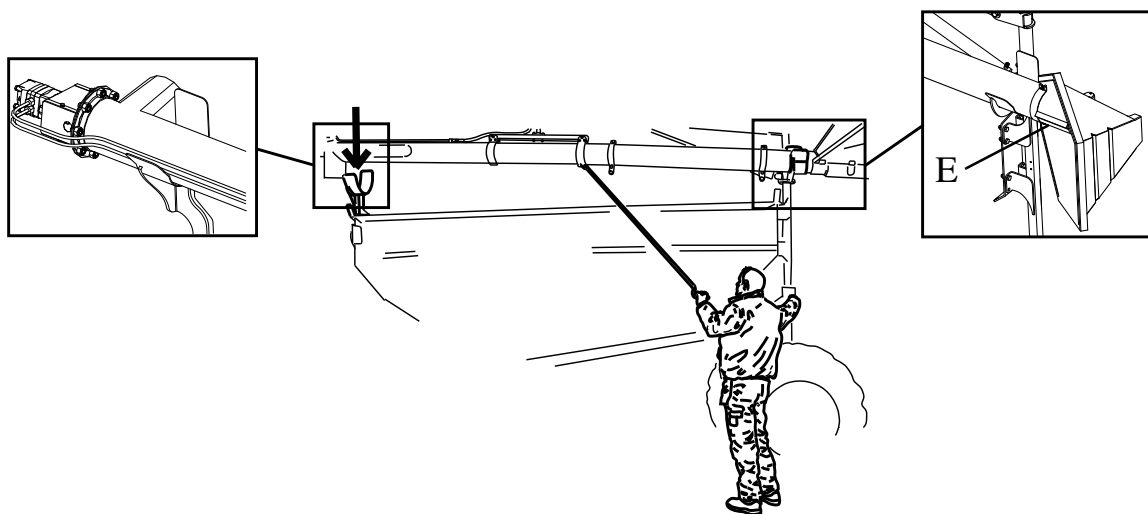

Figure 21.10
- 7 Při změně pracovní polohy na přepravní postupujte podle výše uvedeného postupu v opačném pořadí; začněte otočením plnicí násypky do polohy, ve které zapadne do mechanické zarážky (B). Ke konci pohybu použijte k navedení plnicího dopravního šneku ovládací tyč, a to tak, aby byla před plným spuštěním v poloze nad zadní dopravní úchytkou. Viz "Figure 21.10".